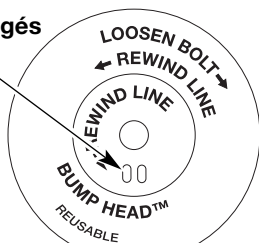

Fig. 35
**REMARQUE :** le SplitLineMC peut être utilisé seulement avec le moulinet intérieur à trous allongés. Le fil simple peut être utilisé avec les deux sortes de moulinet intérieur. Identifiez votre type de moulinet en vous référant à la Figure 35.